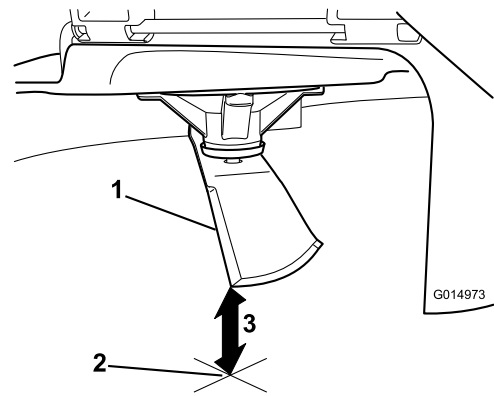

Figura 59
3. Măsurai de la vârful lamei până la suprafața plană (Figura 59).